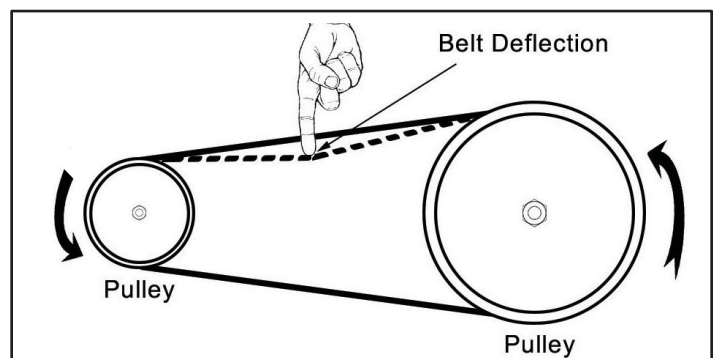

FIG. 13
**NOTA:** La correa está correctamente tensada cuando la distancia de desviación es de aproximadamente 3/8" a 1/2" cuando se empuja con la mano. FIG. 13.